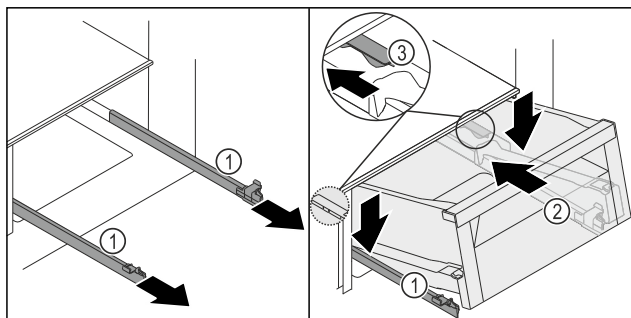
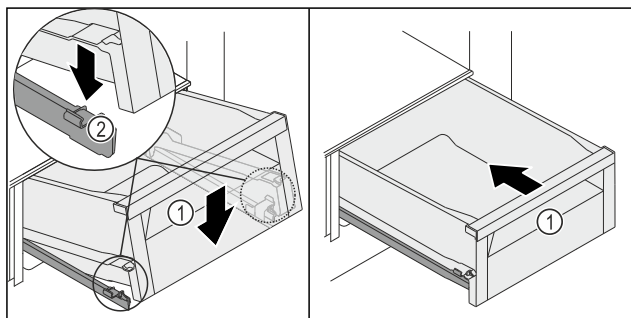

Fig. 115
Fig. 116
- ▶ Čvrsto držite vodilice Fig. 115 (1) i postavite ladicu Fig. 115 (2) odozdo iza zaustavljača Fig. 115 (3) na vodilice Fig. 115 (1).
- ▶ Ladicu Fig. 115 (2) na vodilicama Fig. 115 (1) gurnite prema natrag do graničnika.
- ▶ Spustite ladicu Fig. 115 (2) sprijeda tako da ladica lijevo i desno uklizne u stezaljku Fig. 116 (2).
- ▶ Ladica Fig. 116 (1) se čujno ugavljuje.
- ▶ Ugurajte ladicu Fig. 116 (1).